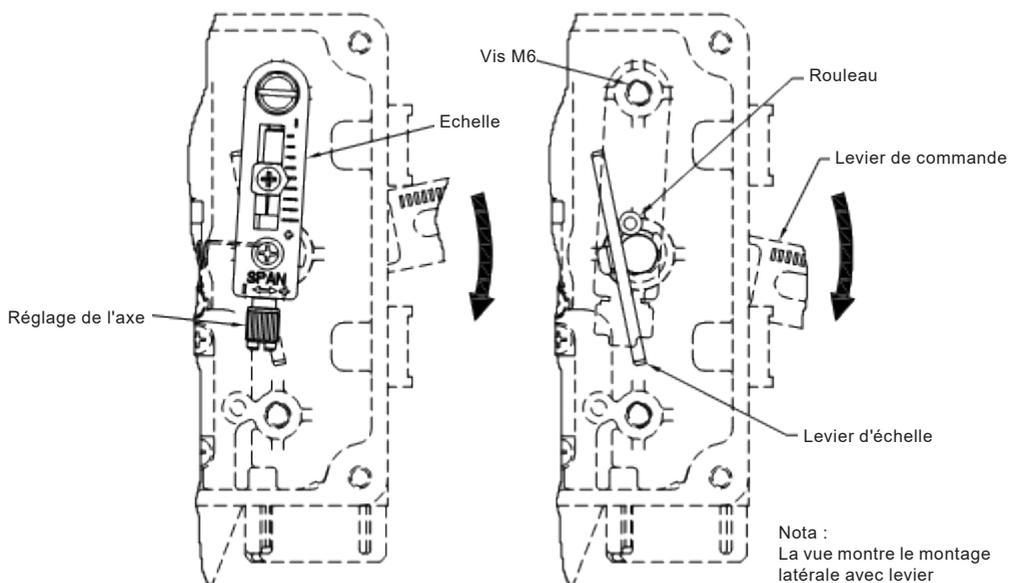

Fig. 15 - Installation de l'échelle (latérale = DA, centrale = RA)
1. Montage latéral - Si l'axe de l'actionneur se déplace vers le bas lorsque le signal d'entrée est augmenté, assembler "l'échelle" au trou taraudé M6 supérieur comme illustré ci-dessous. Fig. 15.(DA)